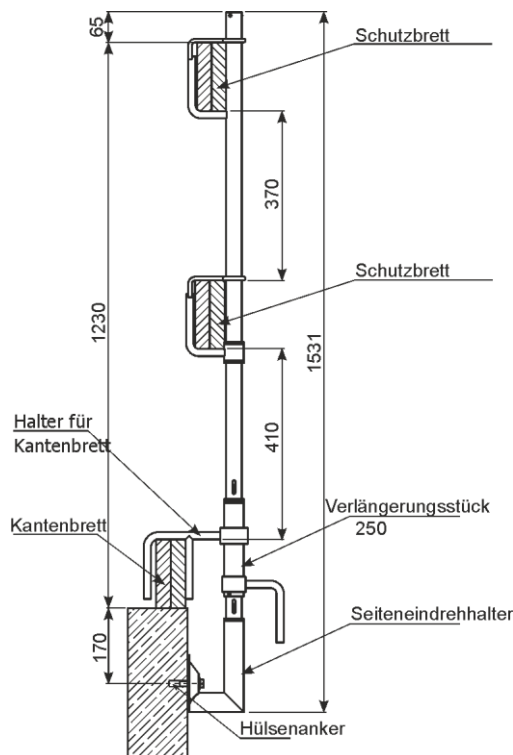

Abb. 74 Montage der Bordbretthalterung
2.33 Montage der Bordbretthalterung (Abb. 74)